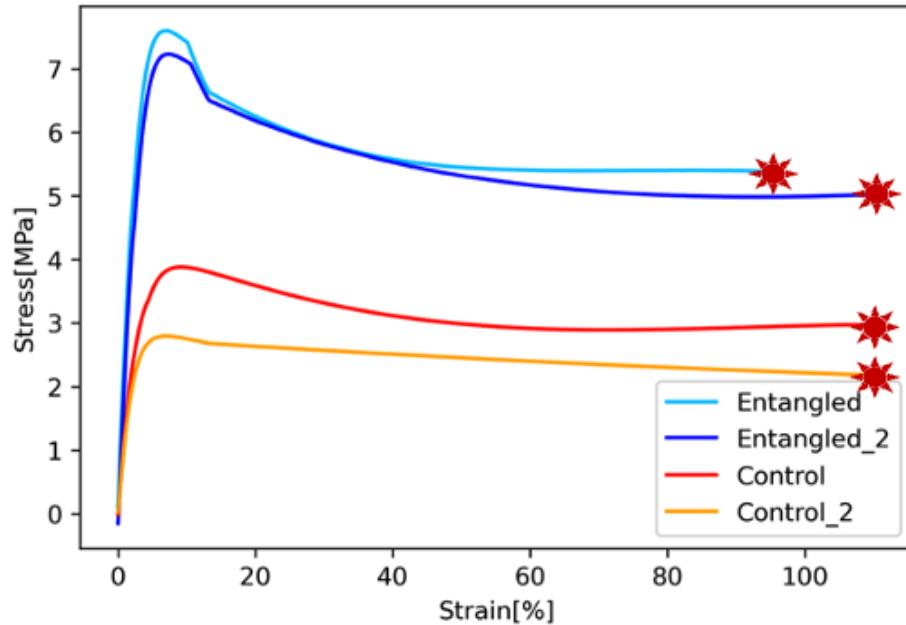

Figure 5: Courbes expérimentales de traction générées dans le laboratoire SuNMIL.
8. Une doctorante du laboratoire SuNMIL réalise pour la première fois des essais de traction sur de nouveaux échantillons, ayant du mal à interpréter ses nouveaux résultats, elle va voir le Prof. Stellacci pour lui montrer les courbes ci-dessous (Figure 5). Au premier coup d'œil, le Prof. Stellacci s'exclame : "tes échantillons ont au moins un défaut !". Expliquez pourquoi le professeur peut affirmer cela et de quel(s) défaut(s) il parle.